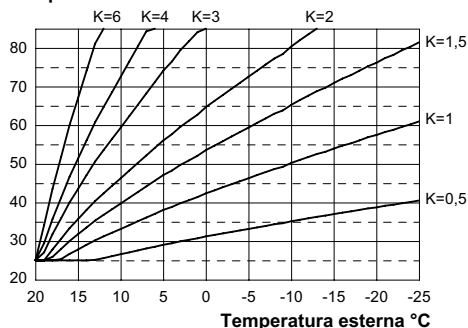
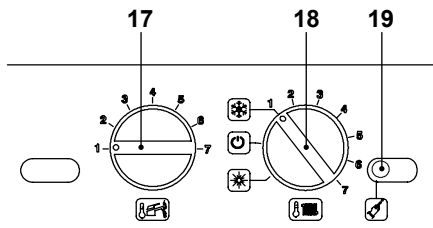

Figura 5.40
Figura 5.41
Il coefficiente K è un parametro che innalza o abbassa la temperatura di mandata caldaia al variare della temperatura esterna. Quando si installa la sonda esterna bisogna impostare questo parametro in base al rendimento dell'impianto di riscaldamento per ottimizzare la temperatura di mandata (Figura 5.40).
Es. Per avere una temperatura di mandata all'impianto di riscaldamento di 60°C con una esterna di -5°C si deve settare un K di 1,5 (linea tratteggiata in Figura 5.40).
- Posizionare le manopole 17 e 18 indicato in Figura 5.41.
- Per settare il coefficiente K, determinato dalla Figura 5.40 bisogna entrare in programmazione premendo per 15 secondi il pulsante di ripristino 19, in Figura 5.41 fino alla comparsa del parametro P01 sul display LCD; sul display LCD compare la seguente visualizzazione (la sequenza P01 si alterna a ---).
- Premere il pulsante di ripristino 19, in Figura 5.41, per lo scorrimento dei vari parametri sino al raggiungimento del parametro P15 valido per il settaggio del coefficiente K; sul display LCD compare a seguente visualizzazione (la sequenza P15 si alterna a 00).
- Impostare il valore ruotando la manopola in Figura 5.41 da un minimo di **30** (la sequenza **P15** si alterna **30**)
ad un massimo di **255** in base alla curva scelta del coefficiente K in Figura 5.40.